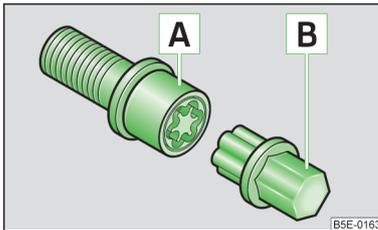

Abb. 182
- Den Adapter **B** » Abb. 182 mit seiner verzahnten Seite bis zum Anschlag so in die innere Verzahnung der Anti-Diebstahl-Radschraube **A** stecken, dass nur noch der äußere Sechskant herausragt.